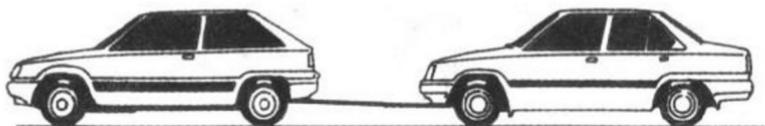

图 1-8
1) 对于手动档的车辆，可利用其他车辆牵引起动发动机（图 1-8）。